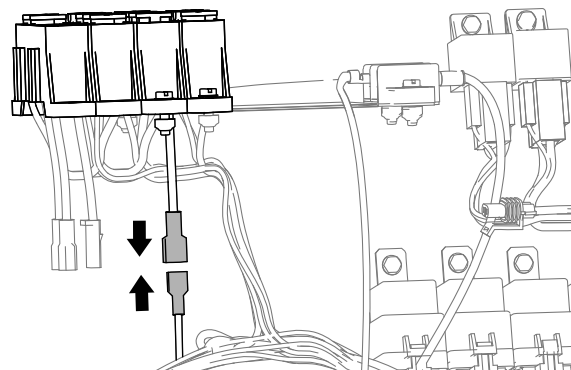

Figura 21
- Para uma máquina com um conector para encaixe macho no bloco de fusíveis da máquina, ligue o conector macho da cablagem do kit de acabamento ao conector fêmea do bloco de fusíveis da máquina (Figura 21).